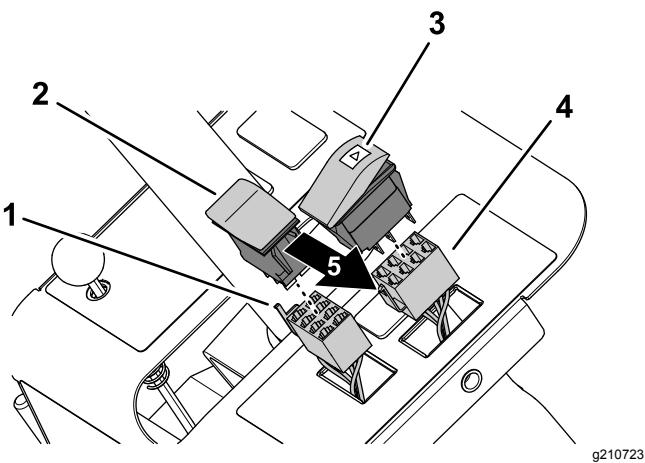

Figura 6
3. Enchufe el interruptor basculante (2 posiciones – interruptor de las luces de emergencia con símbolo de advertencia de peligro) en el conector hembra de 8 vías del arnés de la plataforma etiquetado HAZARD SWITCH (Figura 6).
4. Alinee el interruptor con el símbolo de emergencia hacia adelante, e inserte el interruptor en el hueco del panel de la columna de dirección hasta que encaje firmemente en el panel (Figura 6).
5. Enchufe el interruptor basculante (3 posiciones – mando de los intermitentes) en el otro conector hembra de 8 vías del arnés de la plataforma (Figura 6).
6. Alinee el mando de los intermitentes con el extremo alargado hacia el lado derecho de la máquina, e introduzca el interruptor a presión en el hueco del panel de la columna de dirección hasta que encaje firmemente en el panel (Figura 6).